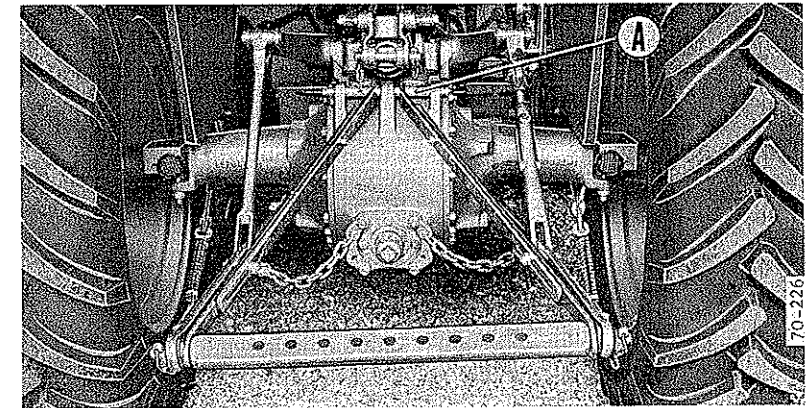

Fig. 16
EMPLOI DE LA BARRE DE TRACTION (fig. 16)
- Fixer l'extrémité supérieure des haubans au carter de pont arrière à l'aide de la grande broche articulée A (fig. 16).